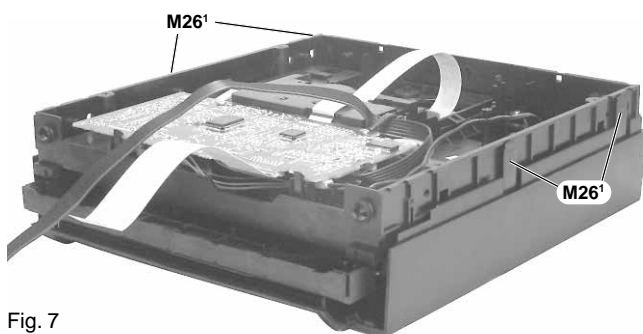

Fig. 7
- 4 Schrauben **M26¹** heraus-schrauben (Fig. 7).
- Undo 4 screws **M26¹** (Fig. 7).